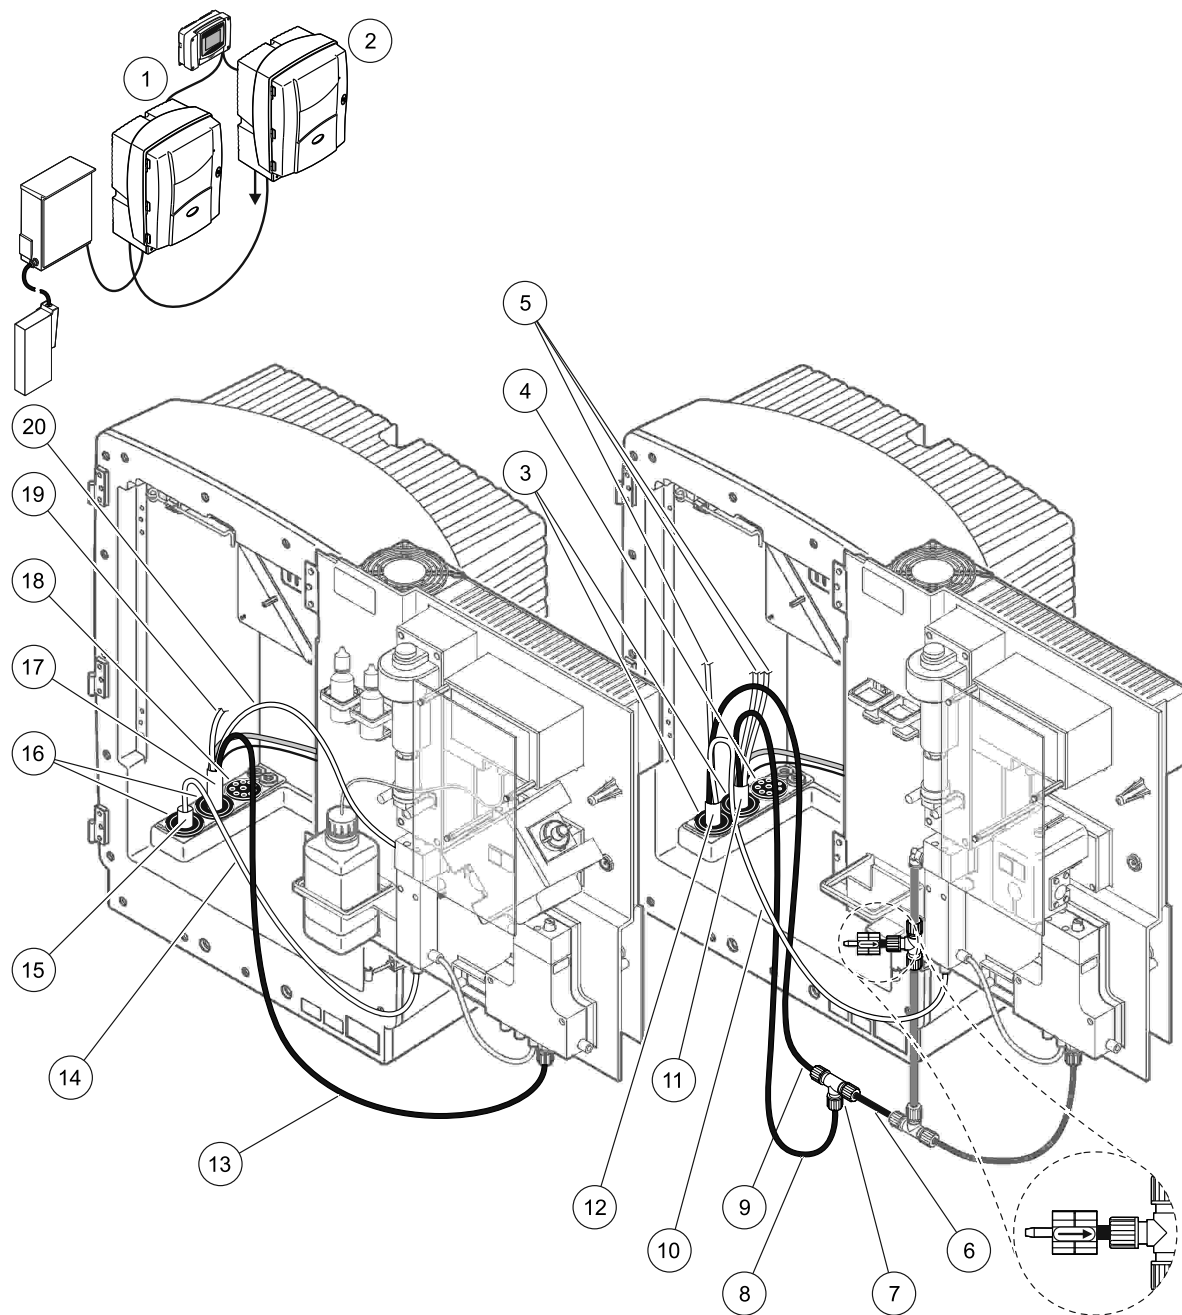

Рисунок 32 Монтаж версии 4
Для версии 4 смотрите Рисунок 32 и следующие инструкции:
- a. Проведите шланг с подогревом от FILTRAX через отверстие в анализаторе (Рисунок 32, позиция 15). Для фиксации используйте уплотняющую заглушку #1.